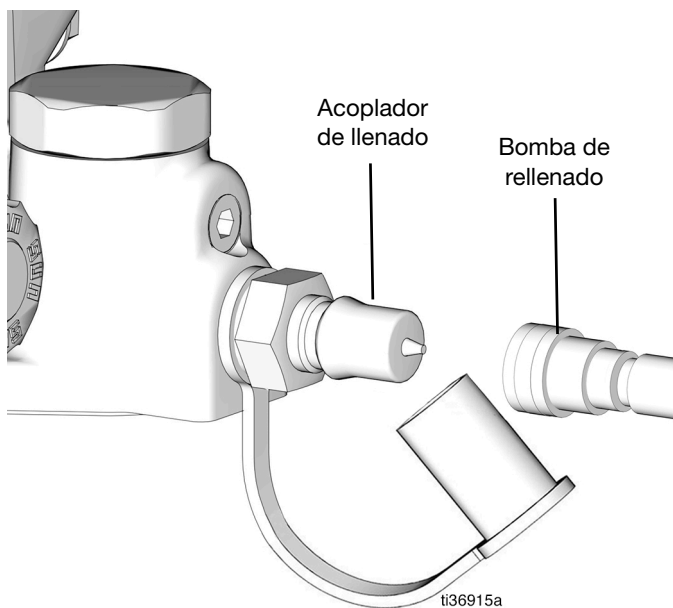

FIG. 75
35. Conecte la bomba de rellenado al acoplador de llenado (FIG. 75).